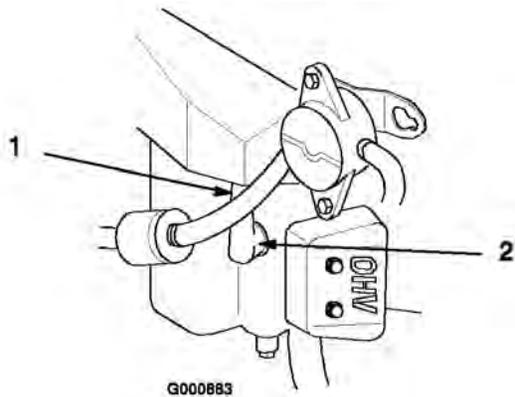

Figura 31
3. Desconecte el/los cable(s) de la bujía(s) (Figura 31). Limpie alrededor de la(s) bujía(s) para evitar que entre suciedad en el motor y potencialmente cause daños.
3. Conecte el/los cable(s) a la(s) bujía(s) (Figura 31).